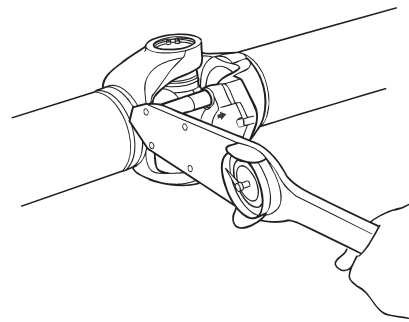

Figura 4.43
4. Use un torquímetro para apretar alternadamente con 115-135 lb-ft (155-183 N m). Figura 4.43.